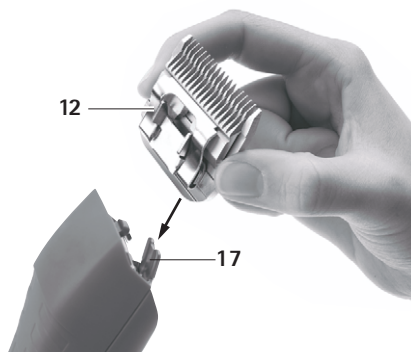

Fig. 2
- Cuplați capul de tuns 12 pe balamaua lamei deschisă 17, vezi Fig. 2.
- Apăsați ușor capul de tuns 12 în direcția mașinii de tuns DURATI, vezi Fig. 2.